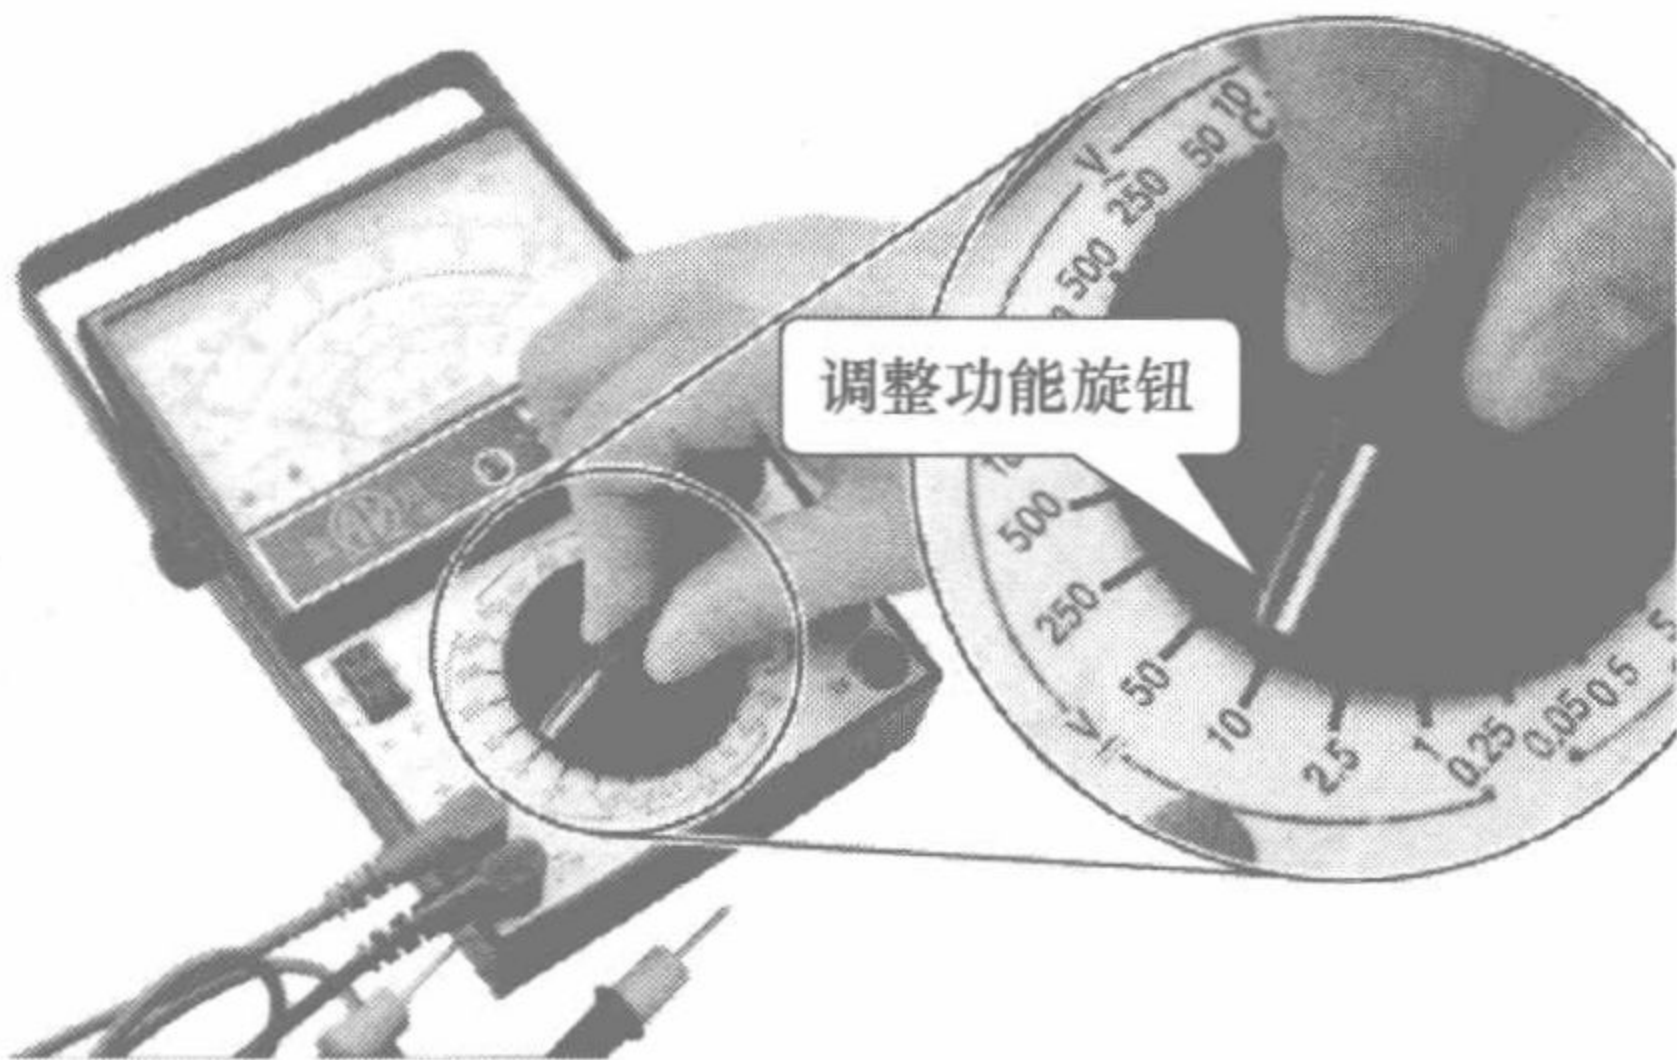

图 1-5 调整万用表功能旋钮
(1) 选择档位 将万用表的红、黑表笔分别连接到万用表的表笔插孔中，并将功能旋钮调整至直流电压最高档位，估算被测量电压大小，根据其选择量程，如图 1-5 所示。